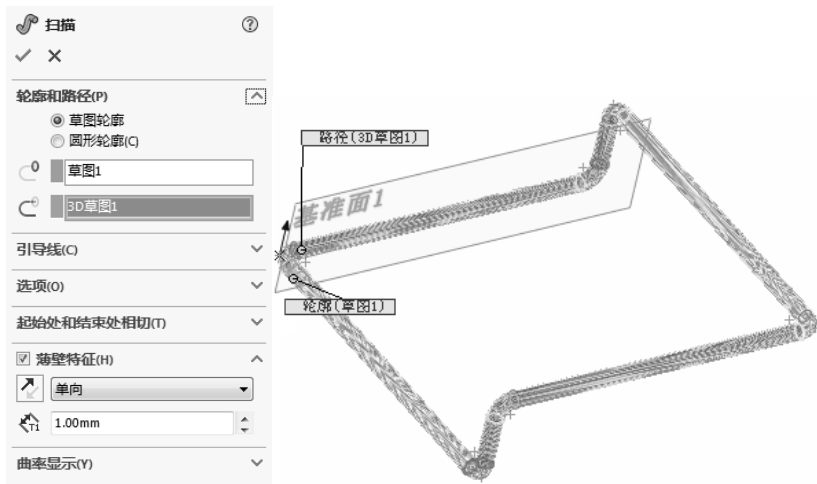

图 3-53 “扫描”属性管理器
9) 扫描设置。单击“特征”控制面板中的（扫描）按钮，或选择菜单栏中的“插入”→“凸台/基体”→“扫描”命令。弹出“扫描”属性管理器，同时在右侧的图形区中显示生成的扫描特征，如图 3-53 所示。